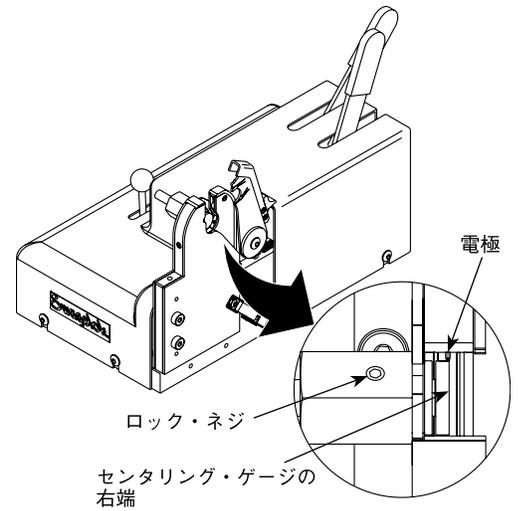

図 25：センタリング・ゲージを調整する
4. センタリング・ゲージの右端が電極の中心に来るように調整します。図 25 をご参照ください。